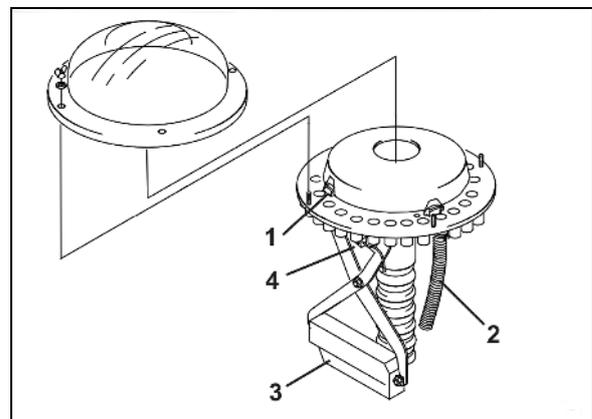

Fig. 42
- La commande de jalonnage au niveau de la tête de distribution bloque, par le biais du clapet (Fig. 42 / 1), la distribution de semence vers les descentes d'alimentation (Fig. 42 / 2) des socs jalonneurs.
L'alimentation en semences vers les socs jalonneurs est interrompue dès que le moteur électrique (Fig. 42 / 3) ferme les descentes d'alimentation correspondantes (Fig. 42 / 2) dans la tête de distribution :
Un capteur (Fig. 42 / 4) vérifie que les clapets (Fig. 42 / 1) qui ouvrent et ferment les descentes d'alimentation (Fig. 42 / 2) travaillent correctement. L' AMATRON 3 / AMALOG⁺ déclenche une alarme en cas d'erreur de position